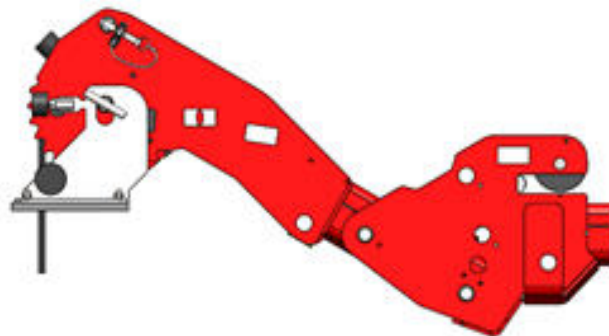

Figura 4.14 Fissaggio del gruppo di testa o dell'asta terminale sul gruppo di regolazione
3. Ora è possibile fissare il gruppo di testa o l'asta terminale nel gruppo di regolazione con i due perni (vedi *Figura 4.14*).